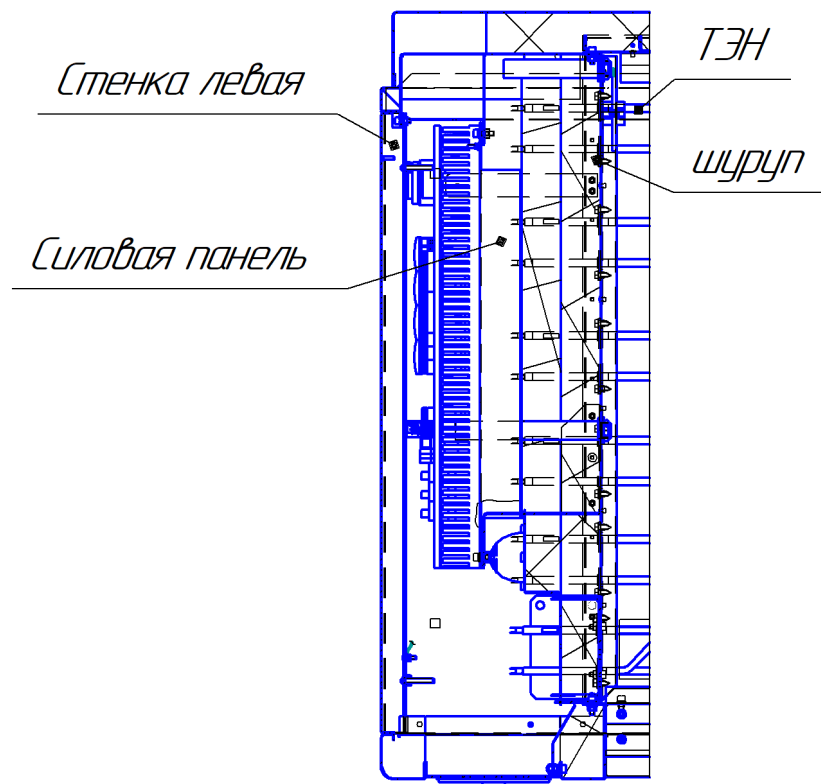

Рисунок 13 – Техническое обслуживание печи
12.3.1 Для проверки состояния креплений подводящих проводов на контактных стержнях ТЭН (см. рис.13), необходимо: